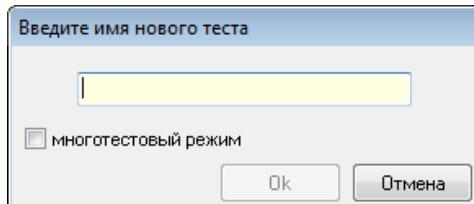

Рис.17 Окно ввода имени нового теста
2. После чего в следующем окне (Рис.17) ввести имя нового теста, при необходимости активизировать опцию **многотестовый режим** (см. п. **Многотестовый режим**) и нажать на кнопку **Ok**.